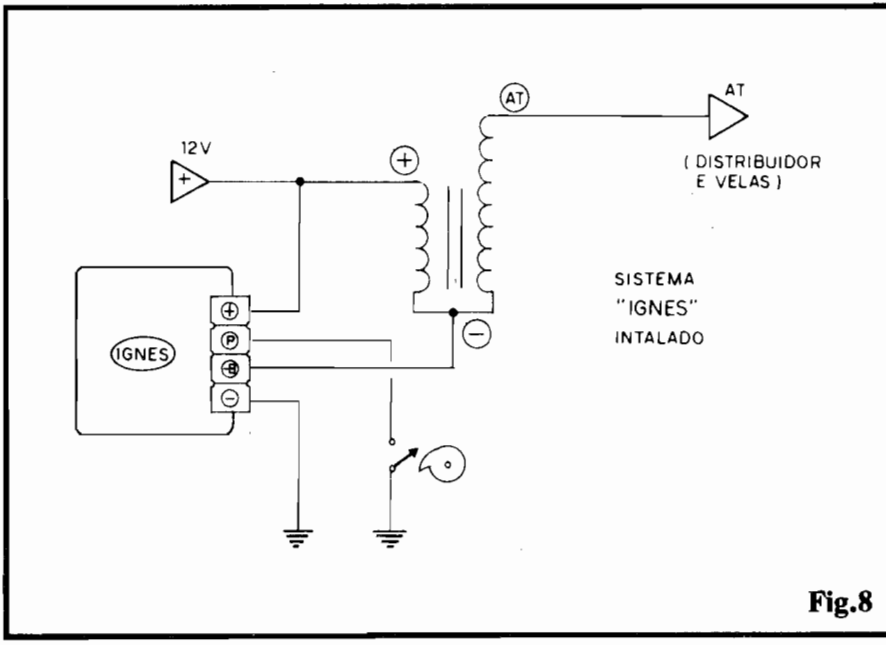

Fig.8
- FIG. 8 - INSTALANDO A "IGNES" - O terminal (+) da IGNES deve ser ligado ao mesmo cabo que originalmente "traz" os 12V positivos ao correspondente terminal da bobina... O terminal (-) do circuito vai ligado à "massa" do veículo (**negativo**). O terminal (P) deve ser ligado ao platinado (onde, originalmente, estava conectado o terminal **negativo** da bobina...) e o terminal (-B) vai, justamente, ao terminal **negativo** da bobina (que foi "separado" do platinado, conforme explicado...). É bom conferir tudo com muito cuidado e atenção, ao final, verificando toda a "cabagem", as polaridades e as (poucas...) modificações feitas no sistema original... Tudo instalado (e verificado...), o Leitor/Hobbysta pode passar ao "Test Drive"...